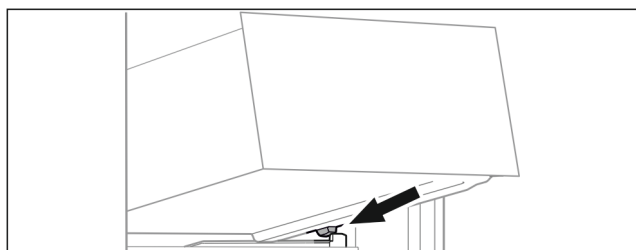

Fig. 90
- ▶ Așezați sertarul oblic în spatele opritoarelor pe nervura recipientului. (vezi Fig. 90)